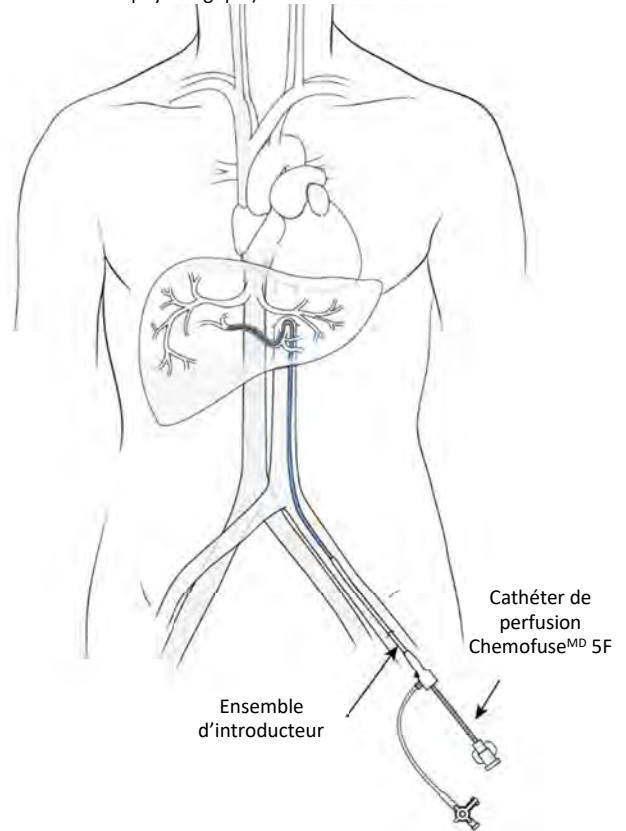

Figure 25
- (a) Introduire le cathéter Chemofuse^{MD} 5F à travers la gaine et le manipuler sur un fil-guide dans l'artère hépatique appropriée, voir Figure 25. À la discrétion du radiologue interventionnel, un microcathéter peut être introduit coaxialement à travers le cathéter 5F pour un placement sélectif de l'extrémité du cathéter pour la perfusion du médicament. Si un microcathéter est utilisé, fixer une valve hémostatique rotative (type Touhy-Borst) sur le cathéter 5F et insérer le microcathéter dans le cathéter 5F à travers la valve. Trois microcathéters ont été qualifiés par Delcath pour être utilisés avec le système d'administration hépatique CHEMOSAT^{MD}. Sélectionner l'un des trois microcathéters qualifiés (voir Description des composants du système (p. 6).